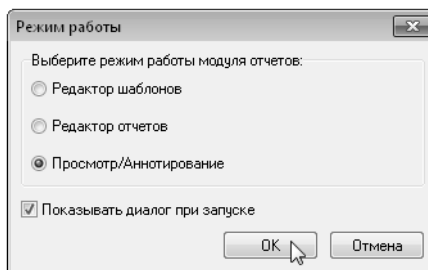

Рис. 10.8.
19. При запуске в появившемся диалоге выберите режим работы **Просмотр/Аннотирование** (рис. 10.8) и нажмите кнопку **ОК**.